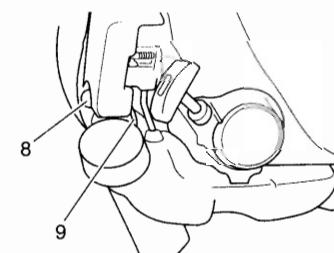

Fig. 5
- * Presione el cebador (8) repetidamente para que el combustible fluya por el tubo de retorno (9). (Fig. 5)